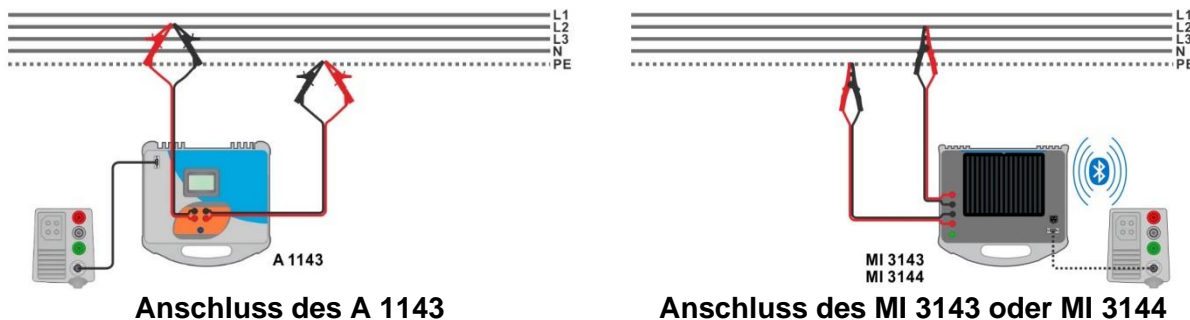

Abbildung 7.52: Hoch präzise Schleifenimpedanzmessung
- ▶ Schließen Sie die Prüflitungen am Prüfling an, siehe **Abbildung 7.52** und **Abbildung 7.53**.